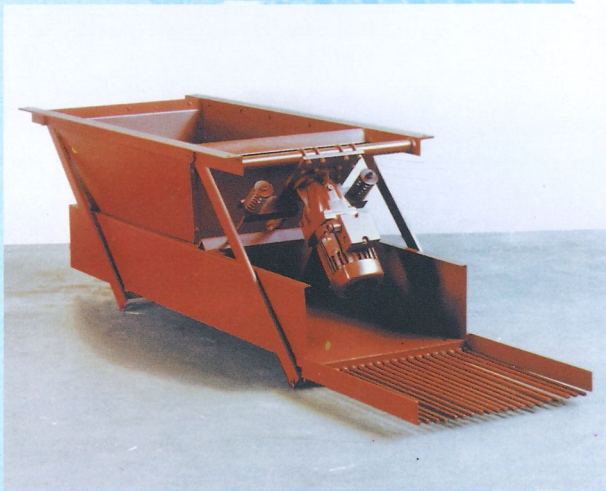

Abb.16:
- Schüttelrutsche zur Montage an die Kellerdecke (Abb.16)